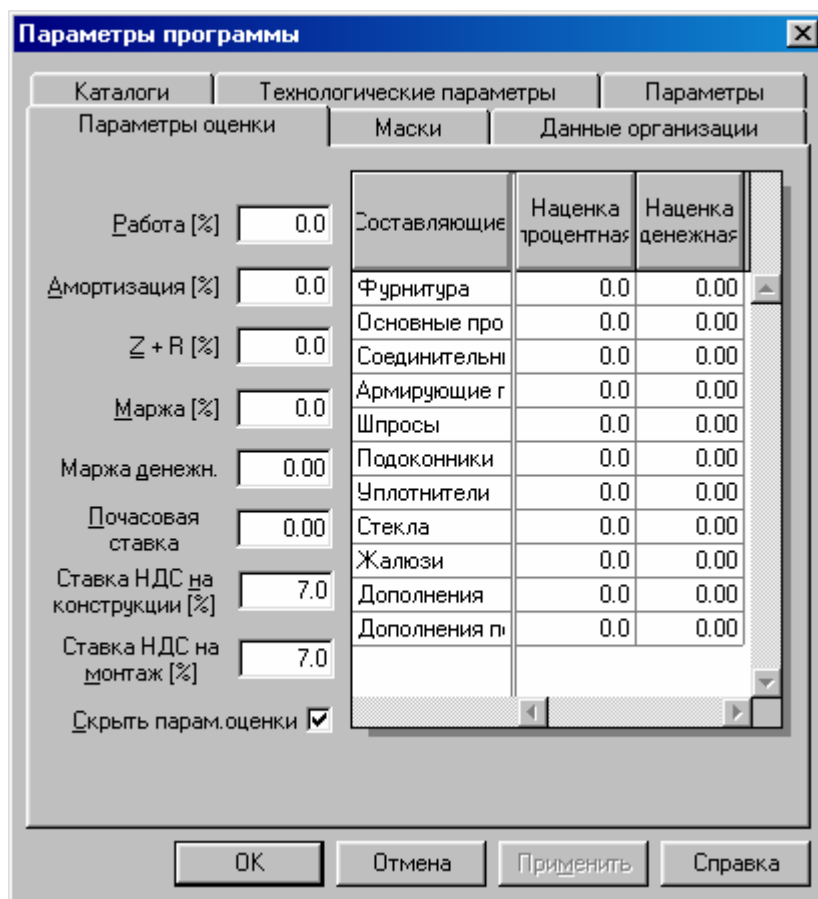

Рисунок 73. Параметры программы – закладка «Параметры оценки».
**Параметры оценки** (рис.73) – на этой закладке определяются предполагаемые параметры оценки, которые будут использованы при оценке конструкций в программе WHOKNA. Можно выставить процентную и/или денежную наценку (маржу) на группы материалов (фурнитуру, основные профили и т.д.), а также процентную и/или денежную наценку за работу, амортизацию, прибыль и риск (Z+R). Есть возможность изменять ставки НДС.